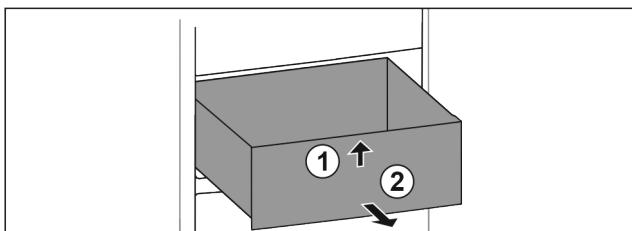

Fig. 70
- Podignite ladicu sprjeda. Fig. 70 (1)
- Izvadite ladicu prema naprijed. Fig. 70 (2)